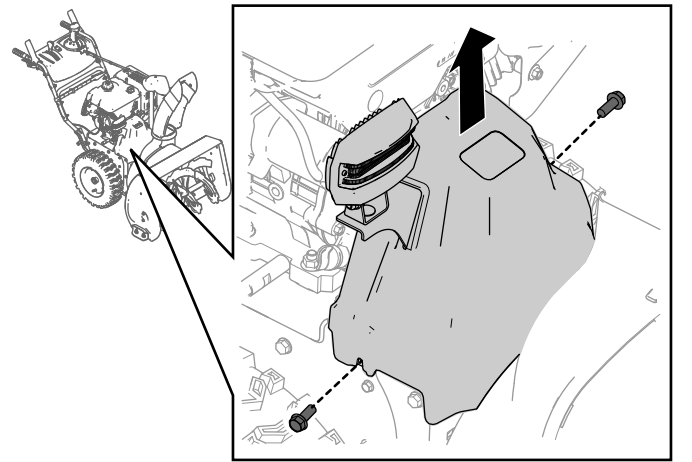

Figura 27
1. Retire los 2 tornillos que sujetan la cubierta de la correa (Figura 27).
2. Retire la cubierta de la correa (Figura 27).